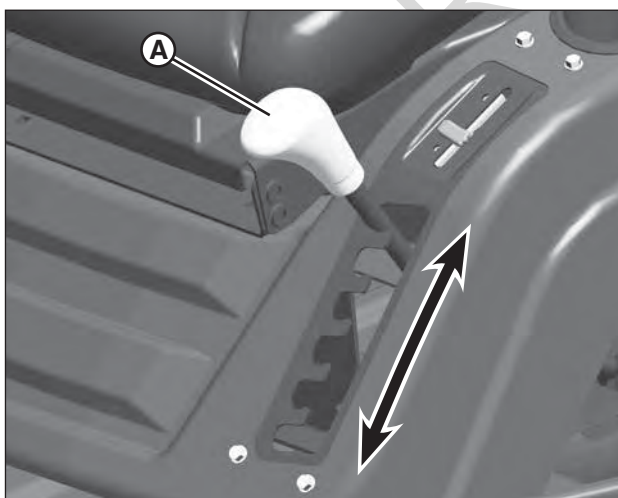

Figure 17: Régler la hauteur de coupe
1. Lever ou abaisser le levier de réglage de hauteur de coupe (A, Figure 17) pour l'amener sur le cran de hauteur de coupe désiré.